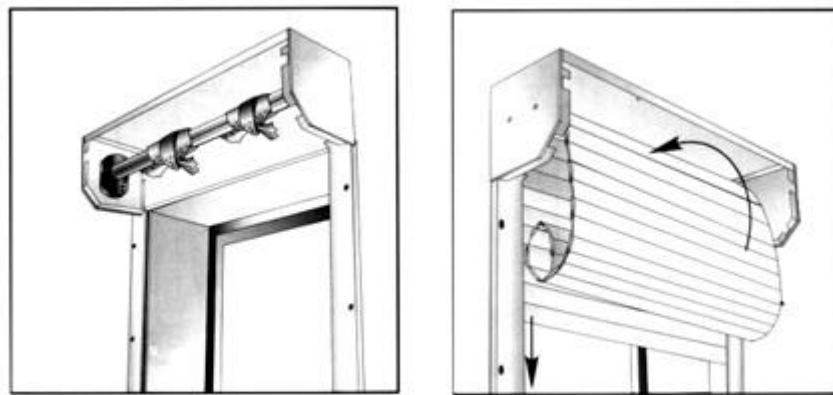

Рис. 19. Установка полотна рольставен.
22. Установить полотно в пазы направляющих шин. Полотно заводят над валом привода со стороны задней панели. Во избежание повреждения покрытия полотна, вал привода необходимо обернуть мягким прокладочным материалом (рис. 19).